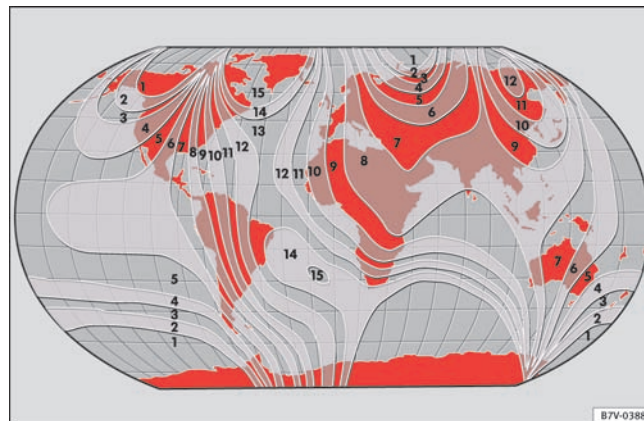

Fig. 36 Kompaszoner
- Vælg kompaszone i henhold til bilens aktuelle position → Fig. 36.